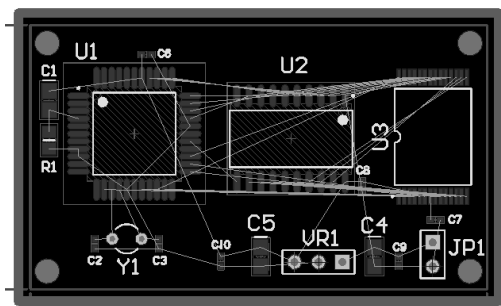

图 3.6.5 电路板布局
(1) 通过布局，确定元件封装在电路板上的位置，如图 3.6.5 所示。
(2) 要求： 集成电路 U1、U2、U3 的滤波电容 C6、C7、C8 就近放置在集成块的电源端，以提高对电源的滤波性能； 电源插排放置在印制电路板的右下侧； 由于晶振电路是高频电路，应禁止在晶振电路下面的对层(Bottom Layer)走信号线，以免相互干扰； 文字整齐摆放，不挡住元器件的封装。